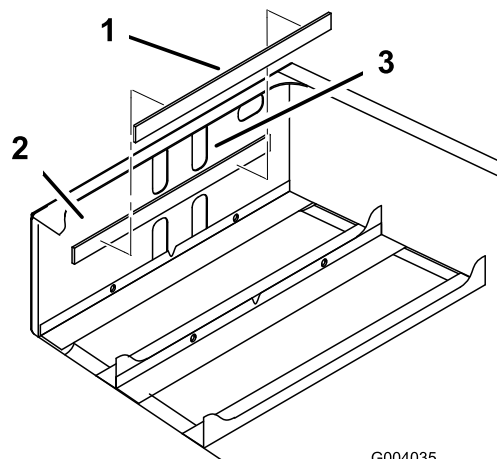

Figura 10
3. Tire o adesivo da parte de trás da caixa da bateria e instale-a na parte da frente da estrutura na retaguarda (gravura Figura 10).
**Nota:** A caixa fica a cerca de 6,4 mm abaixo do limite inferior do conjunto superior das ranhuras dos orifícios (Figura 10).